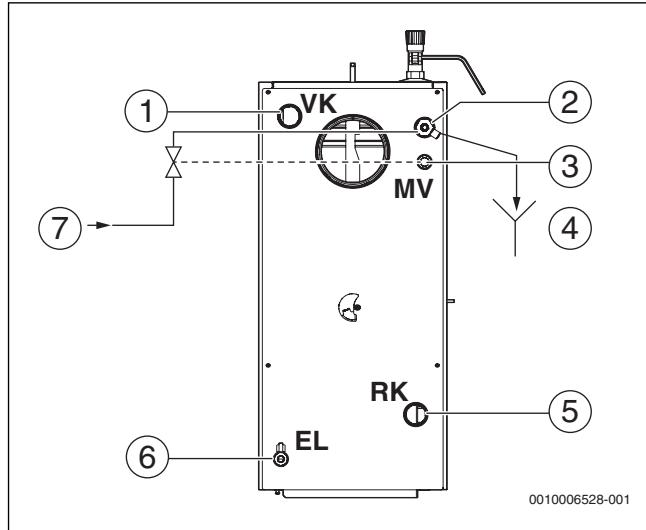

Рис. 17 Подключение предохранительного теплообменника
Котёл не оборудован предохранительным теплообменником (охлаждающим контуром). Предохранительный теплообменник является дополнительным оборудованием. Правильное подключение показано на рис. 17.
Подающая и обратная линии предохранительного теплообменника выбираются свободно. Охлаждающая вода должна отводиться через слив ( $\rightarrow$  рис. 17, [5]).
- ▶ Смонтируйте погружную гильзу (из комплекта термической защиты) для датчика термической защиты ( $\rightarrow$  рис. 17, [3]).